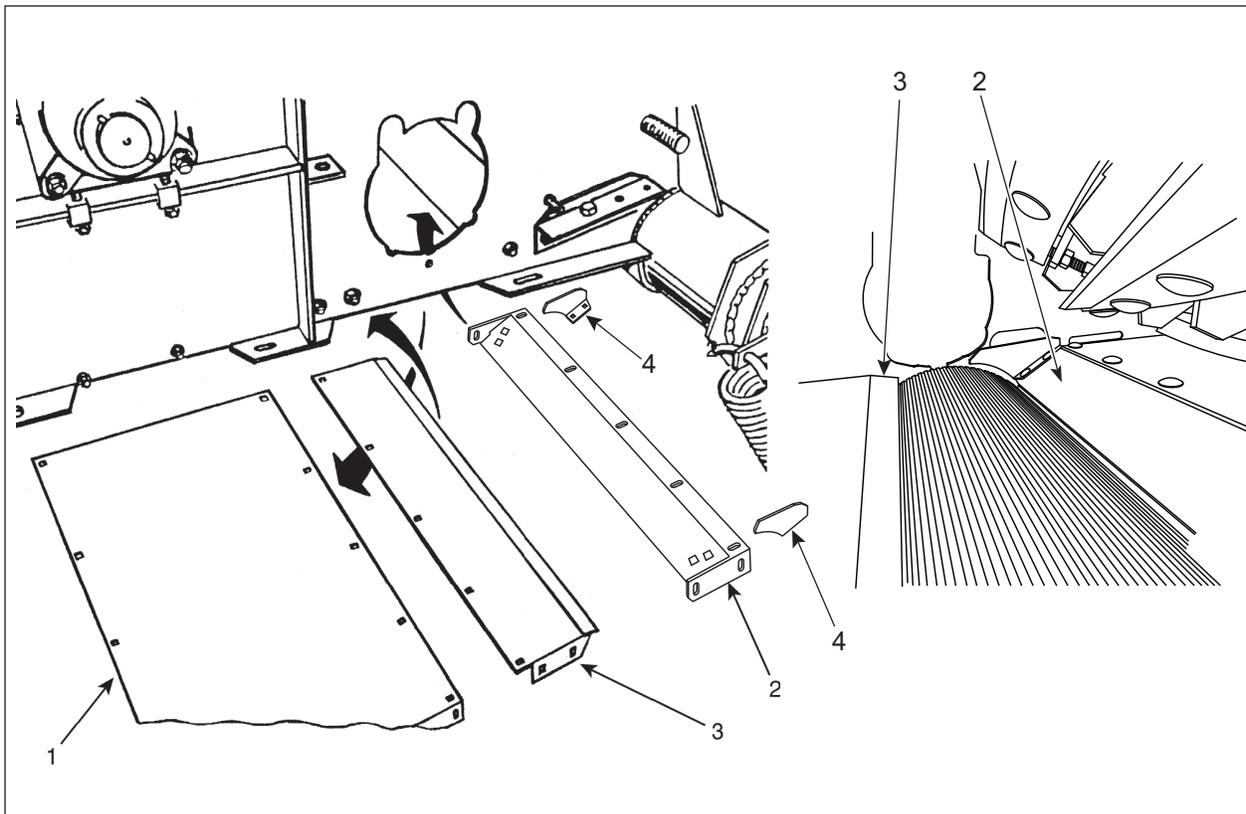

Figure 49
ÉTAPE 2 - FIGURE 49
1. Déboulonner le fond central de la Fourragère (item 1) et le retirer. Conserver les boulons pour l'assemblage des demi-fonds;
2. Boulonner le demi-fond avant (item 2) SOUS le fond de la tête de coupe et le demi-fond arrière (item 3) SUR le fond du souffleur. Ne pas serrer les écrous à ce moment;
3. Installer les déflecteurs droit et gauche (item 4) avec quatre boulons à voiture 5/16 X 3/4" lg. et quatre écrous à bride. Bien serrer.